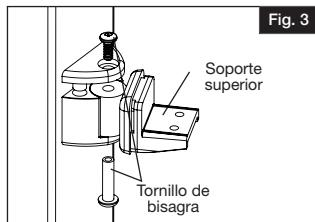

Fig. 3
- Ensamblar temporalmente los soportes angulares superior e inferior. Los soportes de montaje se colocan en las bases de soporte, la cubierta del soporte se alinea y el soporte se sujeta mediante el tornillo de bisagra provisto (Fig. 3).